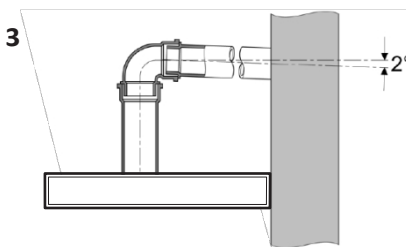

Fig. 3: angolo di inclinazione della condotta dell'aria di scarico
- Se la condotta dell'aria di scarico è orizzontale, deve esserci una pendenza minima di 1 cm per metro o un angolo di inclinazione di 2° (Fig. 3). (**Fig. 3**) Altrimenti l'acqua di condensa potrebbe finire nel motore della cappa aspirante.